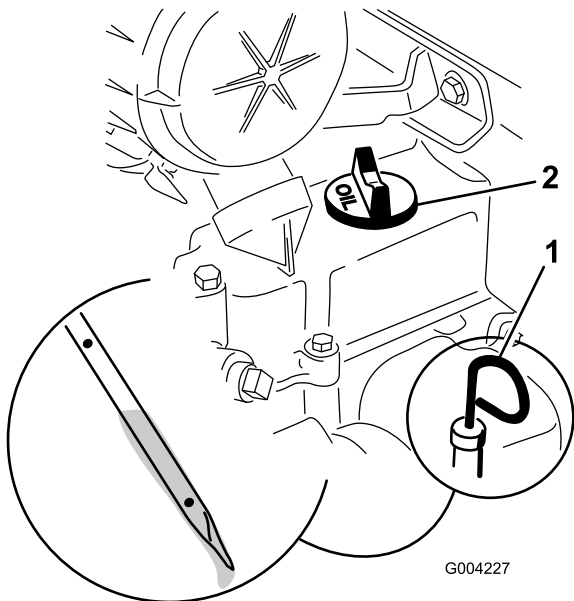

Figura 32
4. Curățați zona din jurul jojei de ulei (Figura 32).
5. Scoateți joja i tergeți-i capătul metalic pentru a-l curăța (Figura 32).
6. Glisați joja complet în tubul jojei (Figura 32).
8. Dacă nivelul uleiului este scăzut (sub orificiul de jos), curățați în jurul capacului de umplere cu ulei i scoateți capacul (Figura 32).
6. Îndepărtați capacul de umplere cu ulei (Figura 32) i turnați încet aproximativ 80% din cantitatea specificată de ulei prin capacul supapei.
9. Îndepărtați capacul de umplere cu ulei (Figura 32) și turnați încet aproximativ 80% din cantitatea specificată de ulei prin capacul supapei.